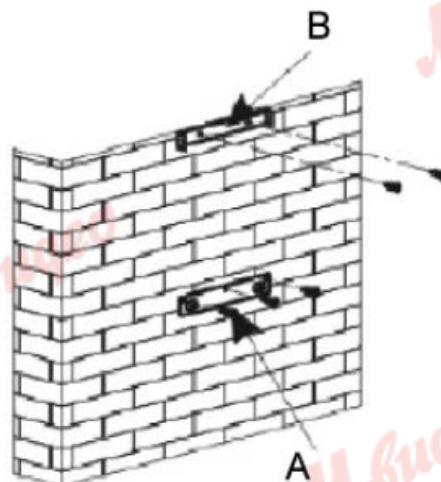

Рис. 1
- Просверлите 3 намеченных отверстия диаметром 8 мм и вставьте дюбели (рисунок 1, А).
- Установите кронштейн для крепления прибора и проверьте, чтобы он был установлен идеально ровно (рисунок 1, А).
- Рассчитайте окончательную высоту установки U-образной скобы для крепления короба (рисунок 1, В).
- Просверлите 2 отверстия диаметром 8 мм и установите скобу для крепления короба. Обратите внимание, что она должна быть расположена по одной оси с прибором (рисунок 1, В).